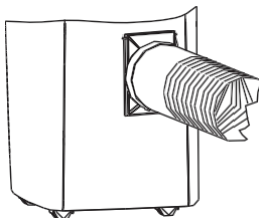

Fig. 10
11. Monteringen av frånluftsriören och dess tillbehör är klar enligt ritningen i fig. 10.